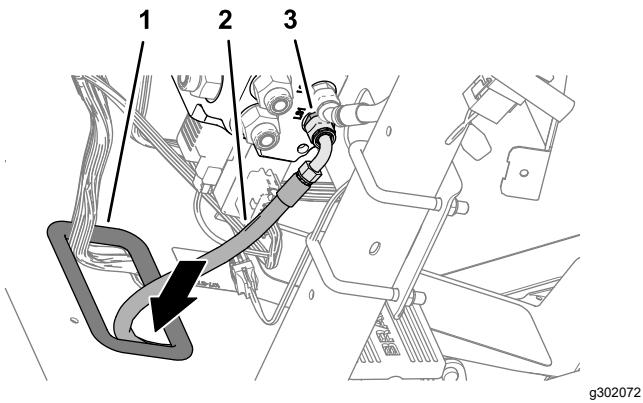

Figura 114
3. Enrute el extremo de la manguera de la bomba hidráulica de 6 x 2819 mm con el acoplamiento -4, 90° a través del anillo de goma de la chapa de suelo (Figura 114).
4. Monte el acoplamiento -6, 90° de la manguera de 6×2819 mm en el acoplamiento del orificio LS1 de la válvula de dirección EHI, y apriete el acoplamiento (Figura 114).